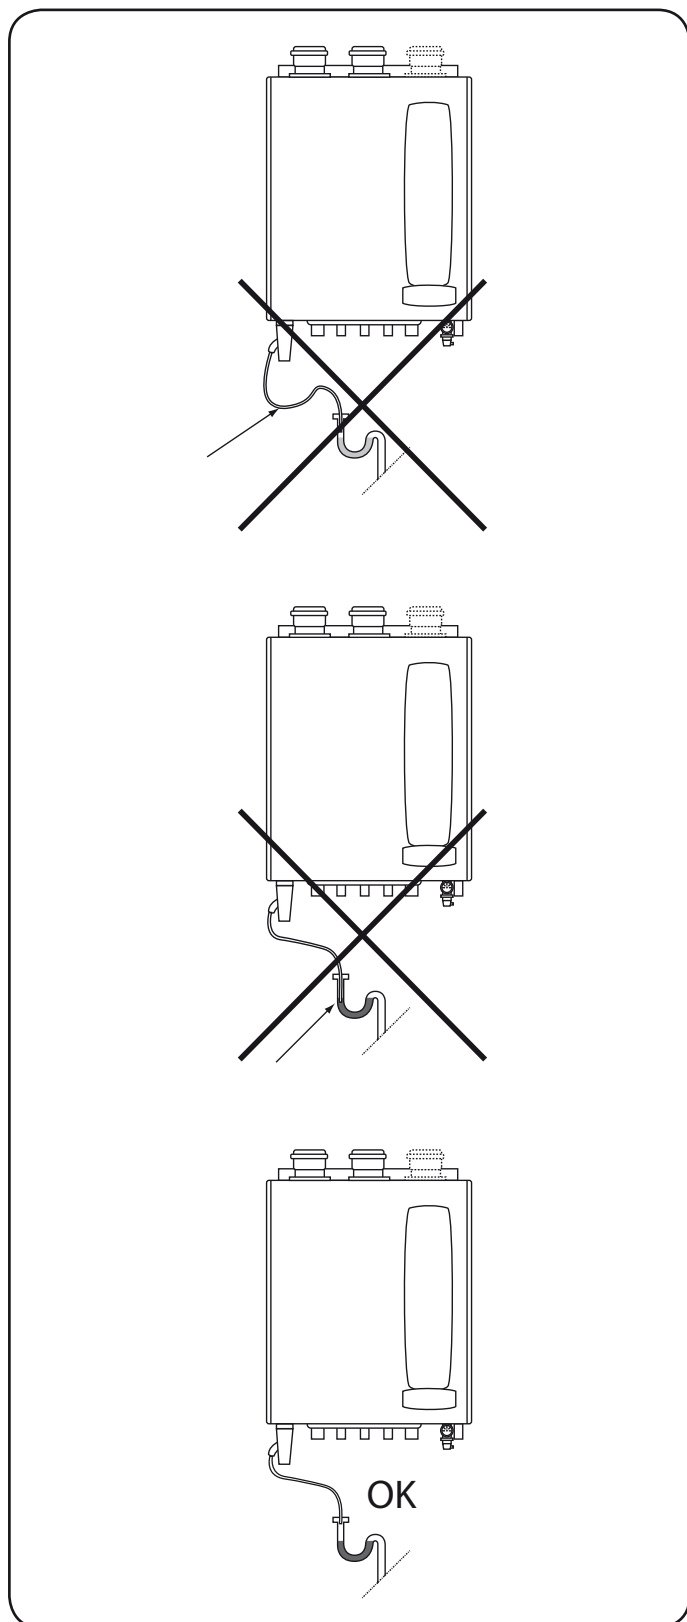

Fig. 6
- Laissez les condensats s'écouler dans l'évacuation d'eau via un entonnoir et un coupe-air. (voir figure 6)